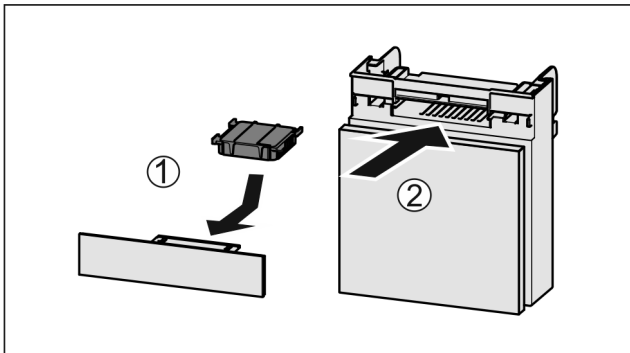

Fig. 89
- ▶ Actiefkoolfilter overeenkomstig afbeelding aanbrengen Fig. 89 (1).
- ▶ Lade erin schuiven Fig. 89 (2).